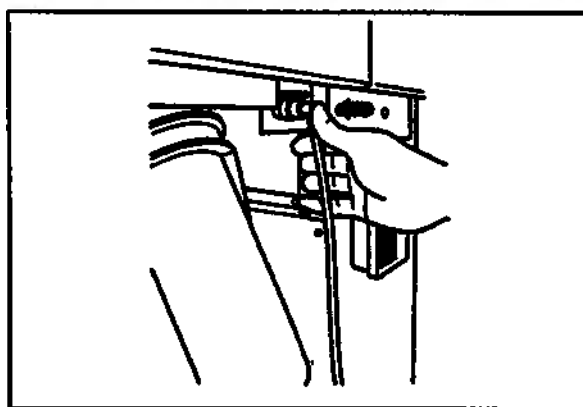

Рис. 4.21
3. Опустите конец трубки от фильтра в сосуд, ранее установленный перед OER. Присоедините другой конец трубки к верхнему коннектору корпуса водяного фильтра (не присоединяйте трубку к нижнему коннектору корпуса водяного фильтра) (см. рис. 4.21).